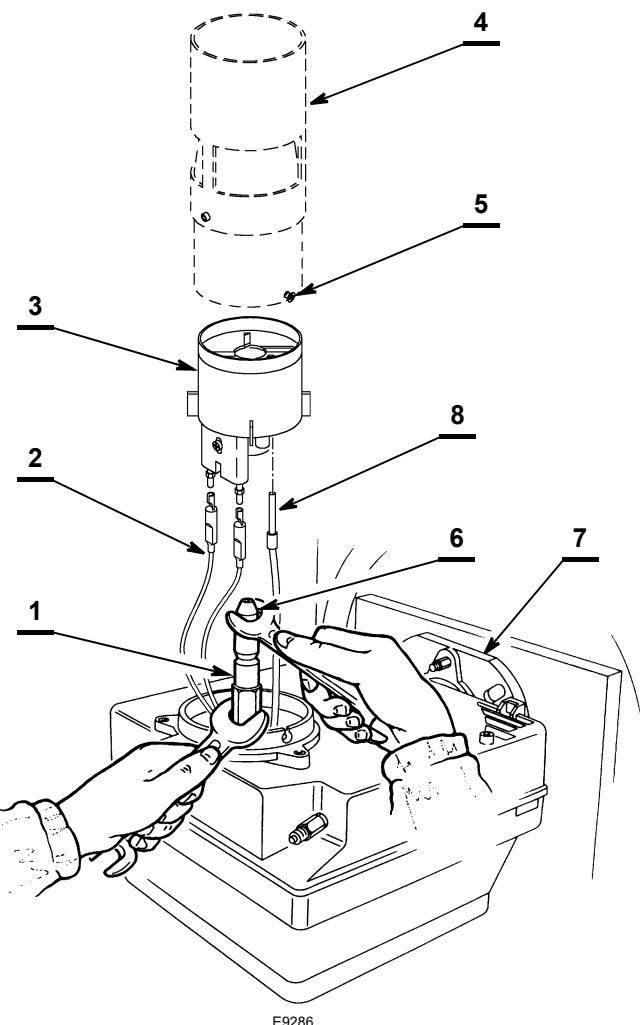

Fig. 14
- Accrocher le brûleur à la bride 7)(Fig. 14), desserrer les vis 5) et retirer le groupe buse 4).
- Desserrer la vis 4)(Fig. 14) et déposer le groupe accroche-flamme 3) du groupe porte-gicleur 1).
- Dévisser complètement la vis de fixation 4)(Fig. 14) pour extraire la fibre optique 8) du support de l'accroche-flamme 3).
- Remplacer et visser correctement le gicleur 6) en le serrant comme illustré sur la Fig. 14.